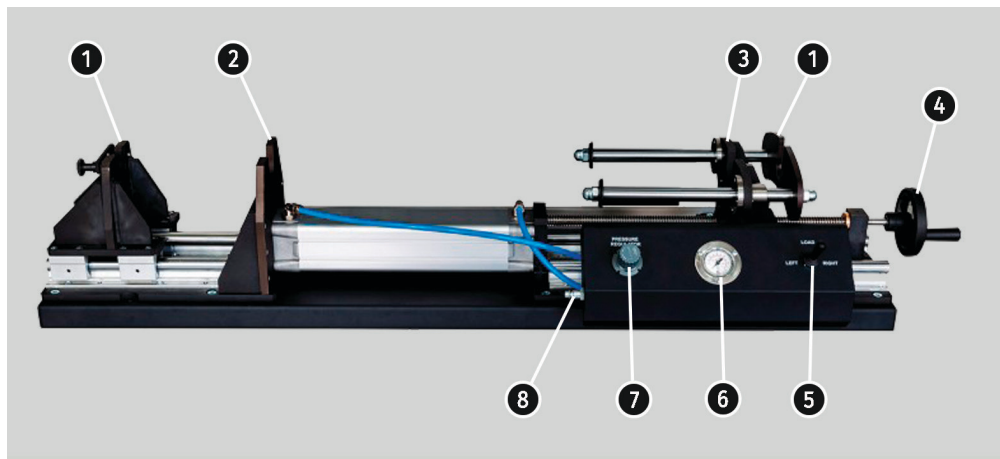

Рисунок 1
Механизм состоит из следующих основных элементов (рис. 1):
3. Вращением рукоятки 4 рис. 1 прижмите подвижный упор к корпусу рейки.
4. Подключите источник сжатого воздуха к штуцеру см. поз. 8 рис. 1.
5. Регулятором давления 7 рис. 1 установите необходимое сопротивление перемещению штока рейки. Зависимость силы сопротивления от давления приведена в таблице 1.
6.1. В процессе диагностики рулевой рейки, с помощью переключателя 5 рис. 1, создавайте противодействие перемещению штока рейки в соответствующем направлении.